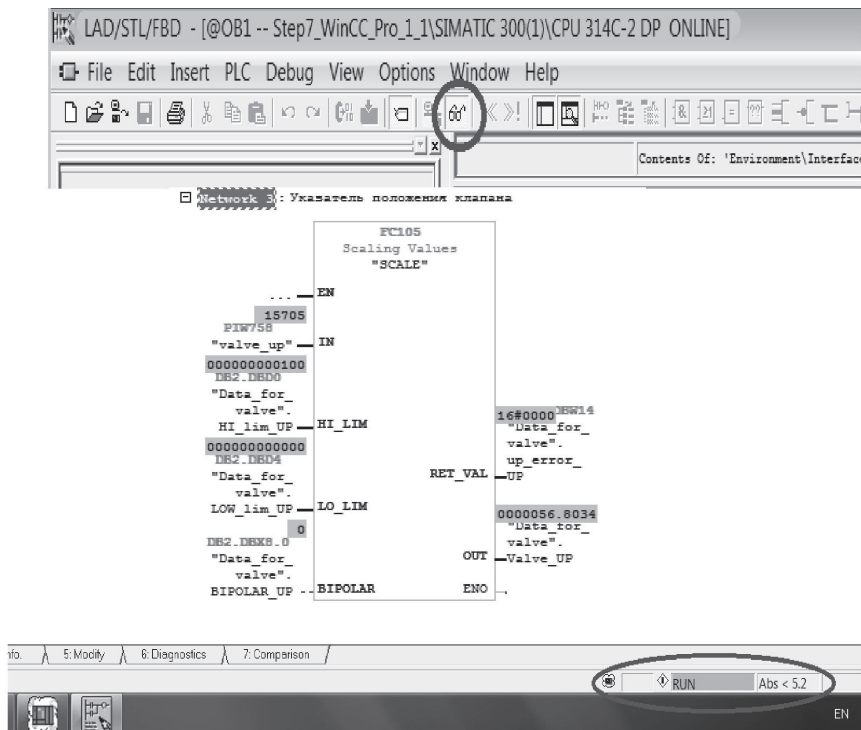

Рис. 2.33. Включение режима Online в Step7 и Run в S7-PLCSIM
8. Работу программы удобно отслеживать, когда на экране одновременно находятся симулятор и открытый блок, чью работу проверяем. При этом надо выполнить следующие действия: перевести симулятор в режим *Run*, а в блоке включить режим *Online*. Внизу экрана блока должен появиться мигающий индикатор зеленого цвета (рис. 2.33).